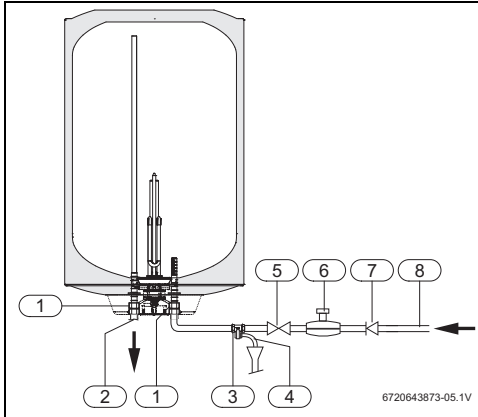

Fig. 8 Ligação de água
Se a pressão de entrada de água for superior a 80% da pressão máxima do termoacumulador (6¹⁾ ou 8 bar), ou seja 4.8 bar e 6.4 bar, instalar uma válvula redutora (Fig. 8). A válvula de segurança vai actuar sempre que a pressão da água no termoacumulador for superior a 6 ou 8 bar, pelo que é necessário prever uma forma de canalizar o escoamento dessa água.
De forma a evitar problemas provocados por alterações de pressão súbitas na alimentação, aconselha-se a montagem de uma válvula anti-retorno a montante do termoacumulador (Fig. 8, [7]).
- ▶ Fechar a válvula de corte de água (→ Fig. 8).